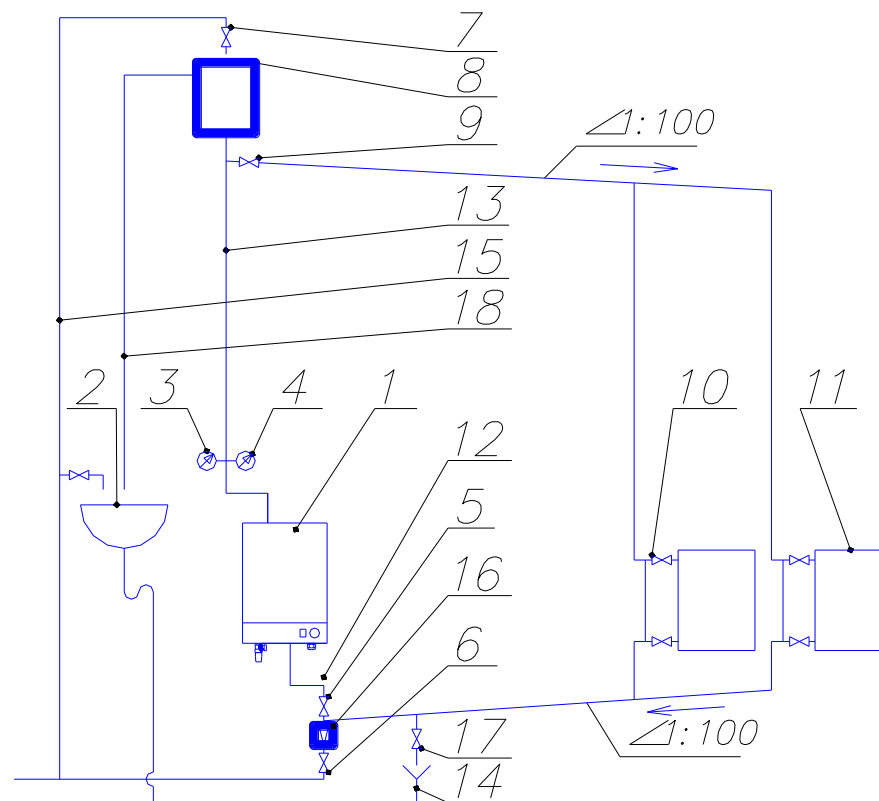

Рисунок 3. Схема однотрубной системы отопления, с верхней разводкой, с естественной циркуляцией, с открытым расширительным баком для одноэтажных строений.
6.2.6. В системе отопления следует установить краны (поз. 5,9 рисунок 3,5) для отключения электрокотла от системы отопления с целью замены ТЭНБ и обслуживания электрокотла.